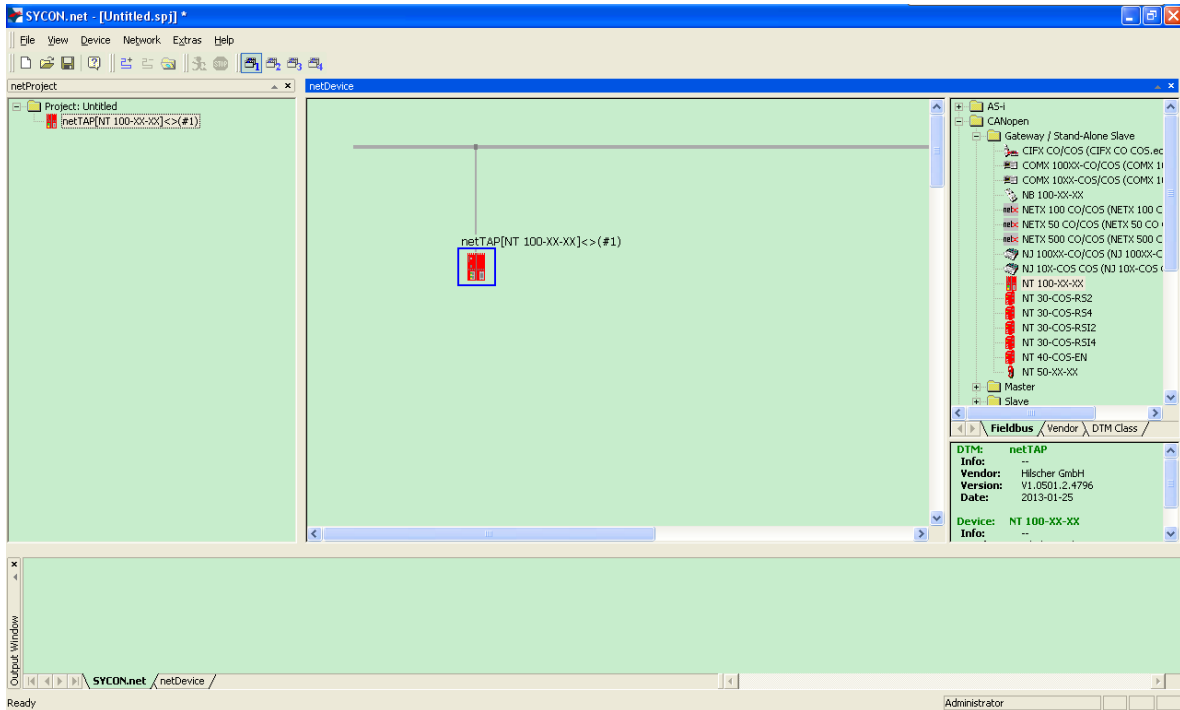

图 11
(11) 在软件界面右侧选择“Fieldbus”栏，将“CANopen”(或“CC-Link”)“Gateway / Stand-Alone Slave”文件夹中的 NT 100-XX-XX 图标拖放至中间区域的灰线下方，如图 11 所示：